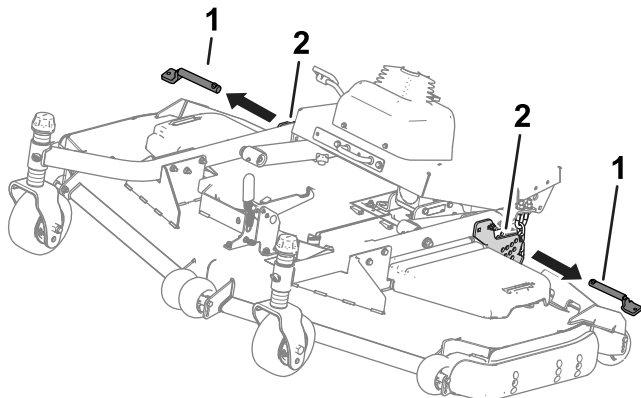

Figura 38
4. Retire los pasadores de las placas de altura de corte (Figura 38).